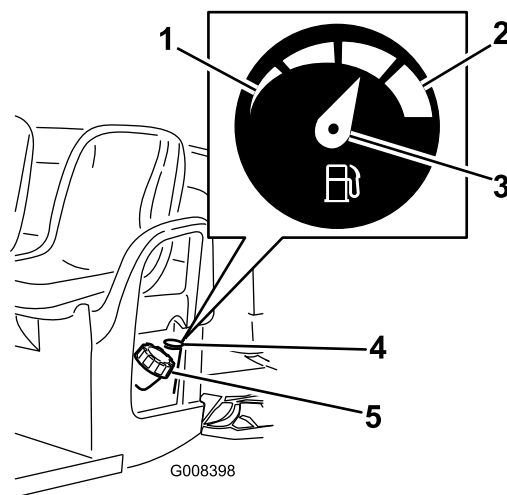

Figure 20
2. Enlevez le bouchon du réservoir de carburant (Figure 20).